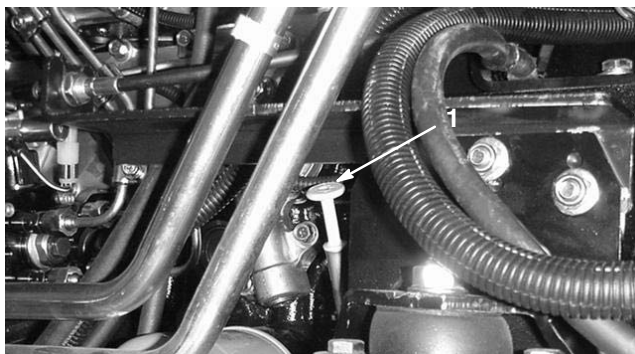

Figure 5
- Sortez la jauge (Fig. 5), essuyez-la sur un chiffon propre et remettez-la au fond du goulot de remplissage. Ressortez la jauge et vérifiez le niveau d'huile. Si le niveau d'huile est bas, retirez le bouchon de remplissage (Fig. 6). Ajoutez de l'huile du type correct dans le réservoir jusqu'à ce que le niveau atteigne le repère sur la jauge, pas les trous (Fig. 7). **Ne remplissez pas excessivement.**